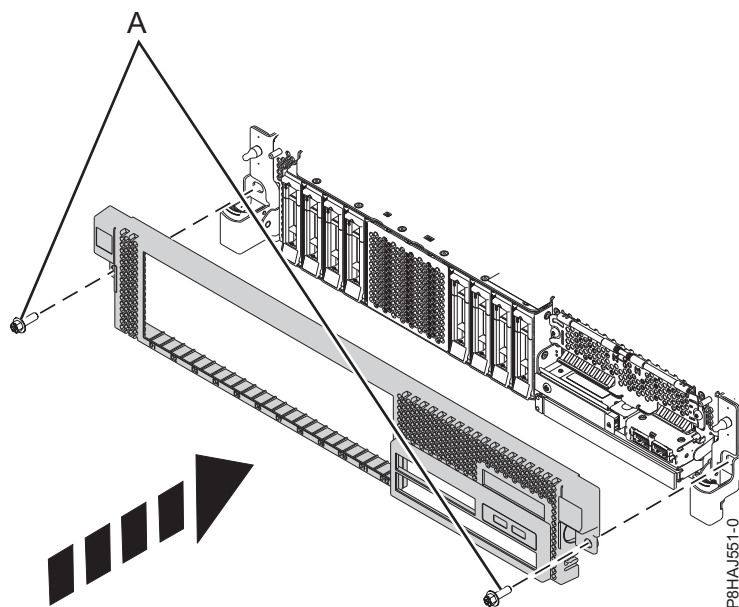

Figura 15. Instalar a tampa anterior
3. Feche os trincos de libertação ao empurrá-la na direcção mostrada em Figura 15 na página 39. A tampa fica encaixada e tem uma indentação que lhe permite segurá-la mais facilmente.
4. Substitua os parafusos de transporte (A).